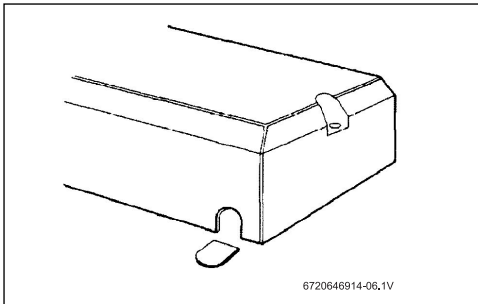

Fig. 16 Cubierta de la unidad
- ▶ Si va a ser a través de la cubierta inferior, corte el saliente de plástico para exponer la funda de goma (Fig. 16):